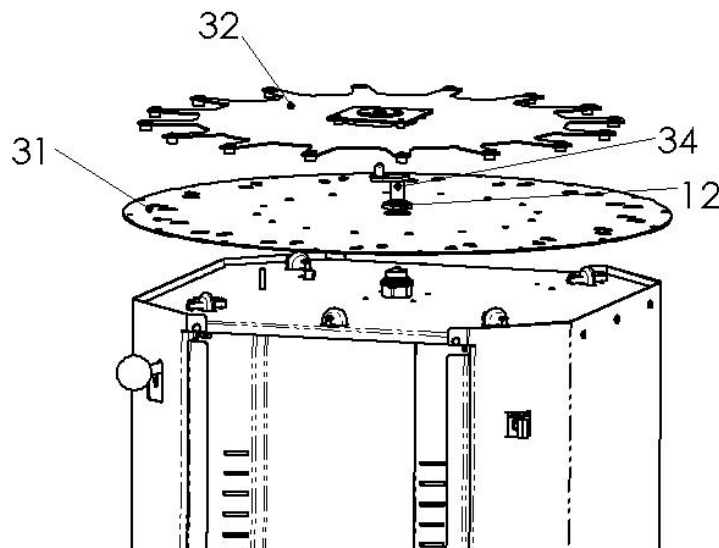

Figure 3-1
- 1) Retirer la douille de la plaque tournante (12) en la faisant pivoter dans le sens antihoraire depuis le centre du plateau supérieur de l'ensemble.
- 2) Déballer la plaque tournante (31) et la positionner sur l'unité en plaçant le centre au niveau de l'écrou tournant en laiton (Figure 3-1) (la douille épaulée en nylon et la rondelle support doivent déjà être positionnées sur l'écrou tournant en laiton).
- 3) Une fois la plaque tournante en place, fixer son écrou (12) à celui en laiton (Figure 3-1).
- 4) Insérer le vilebrequin et la rondelle en nylon (34) au centre de l'écrou tournant en laiton (9) (Figure 3-1).
- 5) Positionner le disque agitateur (32) au dessus de la plaque tournante en localisant le centre avec le vilebrequin (Figure 3-1).